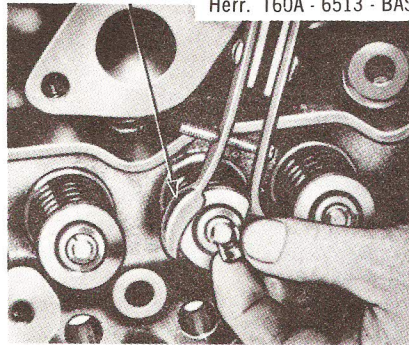

Fig. 12 — Comprimiendo Resortes de Válvula. En el Caballete. Típico
2. Comprima los resortes de las válvulas (Fig. 12). Quite los seguros del retén de la válvula y afloje lentamente el resorte. Si los seguros de las válvulas están pegados, coloque un pedazo de tubo ($\frac{3}{4}$ " diam. ext., $\frac{1}{2}$ " D.I. y 3" de longitud) sobre el extremo del